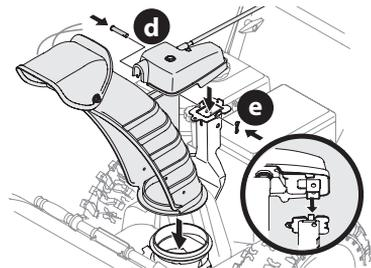

Figura 37
3. Coloque el conjunto del canal sobre la base del canal y asegúrese de que la varilla de control del canal se encuentre arriba de la manija inferior. Asegure el cabezal de control del canal a la ménsula de soporte del canal con el pasador de horquilla (d) y el pasador de chaveta con unión curva que se extrajeron en el Paso 1 (Figura 37).